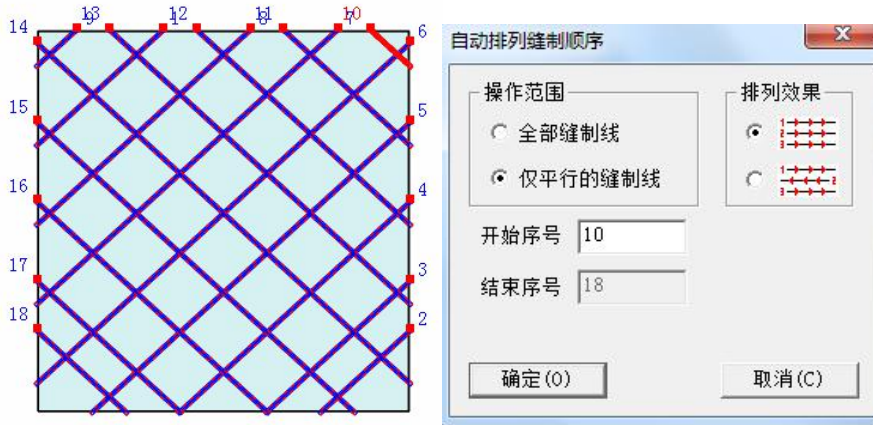

图 3
2. 如下图 3，用同样的方法，框选要排列的缝制线，并指定另一组平行线中的一条，在弹出的【自动排列缝顺序】对话框，选择合适的选项，输入相应的序号，确定后下图 4 所示。；